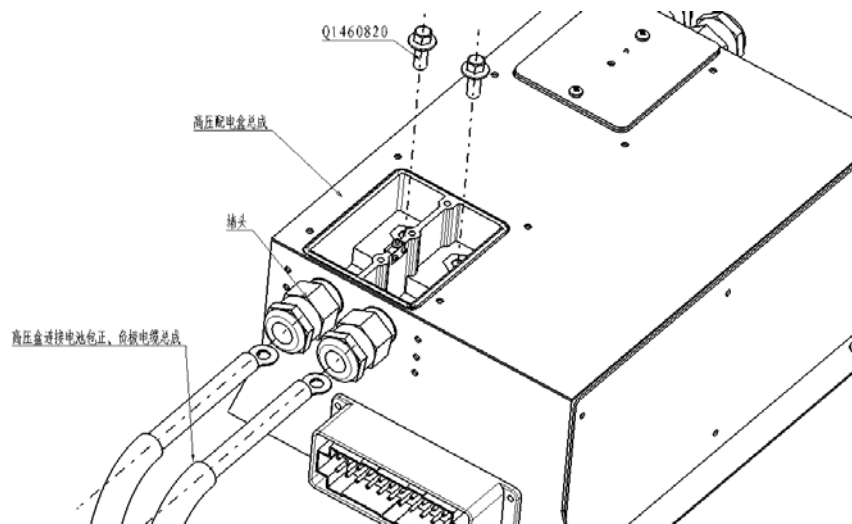

图9-5 维修步骤4
4、用套筒(13mm)旋出高压盒连接电池包正、负极电缆总成压线端子的两个固定螺栓Q1460820。旋松高压配电盒的两个堵头拆下高压盒连接电池包正、负极电缆总成（如图9-5所示）。